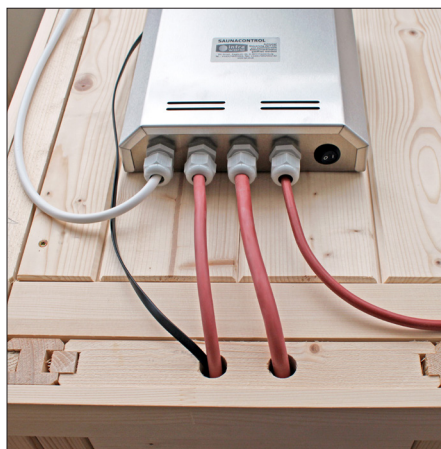

Fig. 4
- IV. Passez ensuite le câble de raccordement noir à l'aide d'un tir fil à travers le trou percé jusqu'au toit et raccordez-le à l'unité de puissance (Fig. 4).